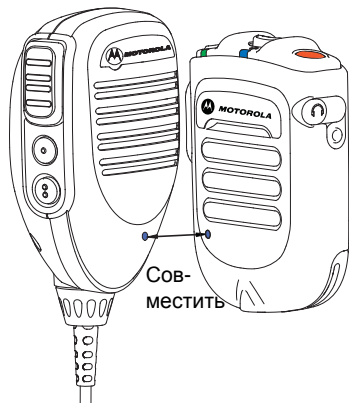

Рис. 2.10. Сопряжение WSRM
- 2 Разместите синюю точку (точка безопасного сопряжения) на WRSМ на расстоянии 2,5 см от синей точки (точки безопасного сопряжения) мобильного микрофона с адаптером. См. Рис. 2.10.